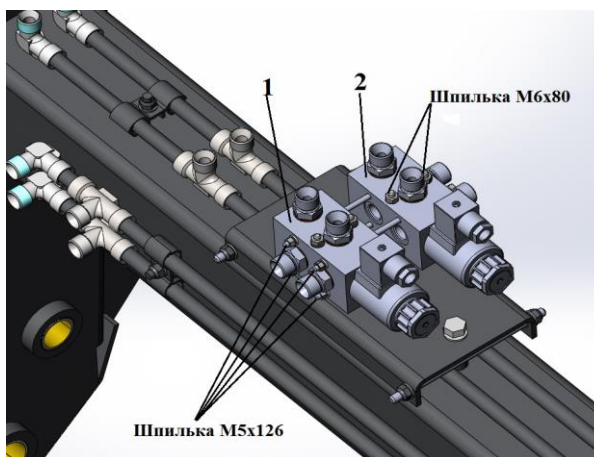

Рис.1
2. Отсоединить РВД от дивертора погрузчика (на поперечной трубе рамы подъема) и снять сам дивертор поз.1 рис.1, открутить два штуцера с шайбами с боковой части.
3. Взять второй дивертор поз.2 рис.1 и скрутить их вместе с первым дивертором по боковой части шпильками М5х126, гайками М5 и шайбами в четырех местах. (см. рис.1). Убедитесь в наличие прокладки (резиновое кольцо) между диверторами.